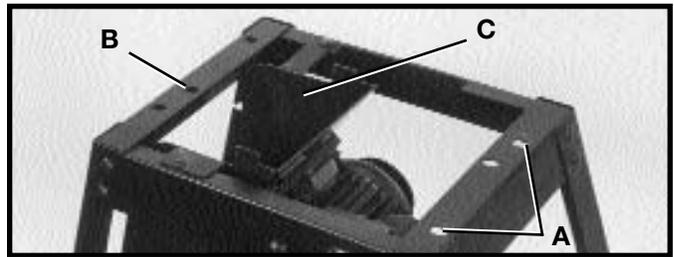

Fig. 9
2. El extremo de alimentación de la machimbradora se afianza a los dos agujeros (A) Fig. 9, y el extremo de avance de salida de la machimbradora se afianza al agujero (B) en los dos soportes de extremo superior. **AVISO:** El conducto de polvo (C) se encuentra en el extremo de avance de salida de la machimbradora. Debe alinear los tres agujeros roscados en el fondo de la machimbradora con los tres agujeros (A) y (B) en los soportes de extremo del estante.